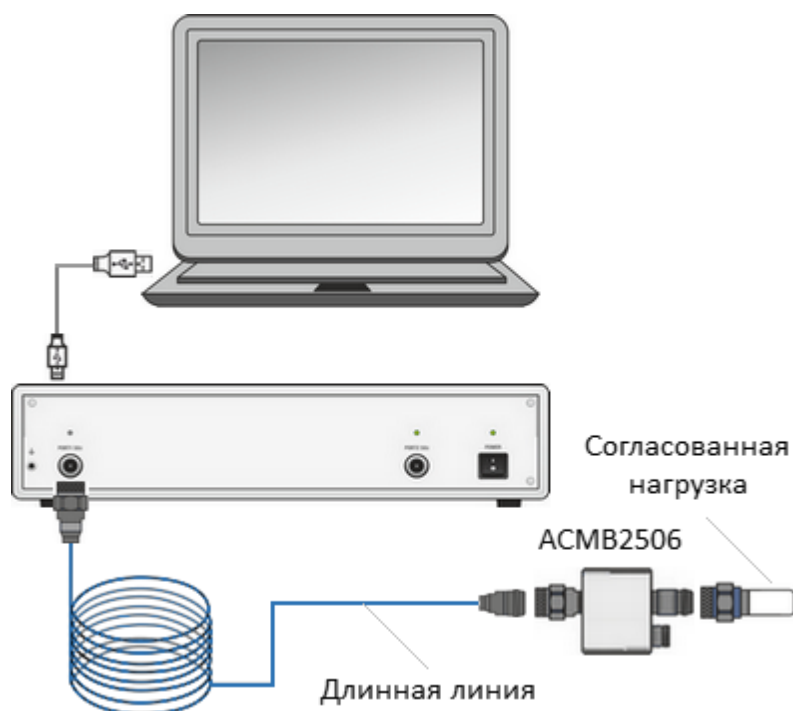

Рисунок 32 – Схема включения модуля для измерения S-параметров длинной линии
- 3 Подключите один соединитель длинной линии к калиброванному порту анализатора; второй, удаленный – к порту модуля (см. рисунок 32).